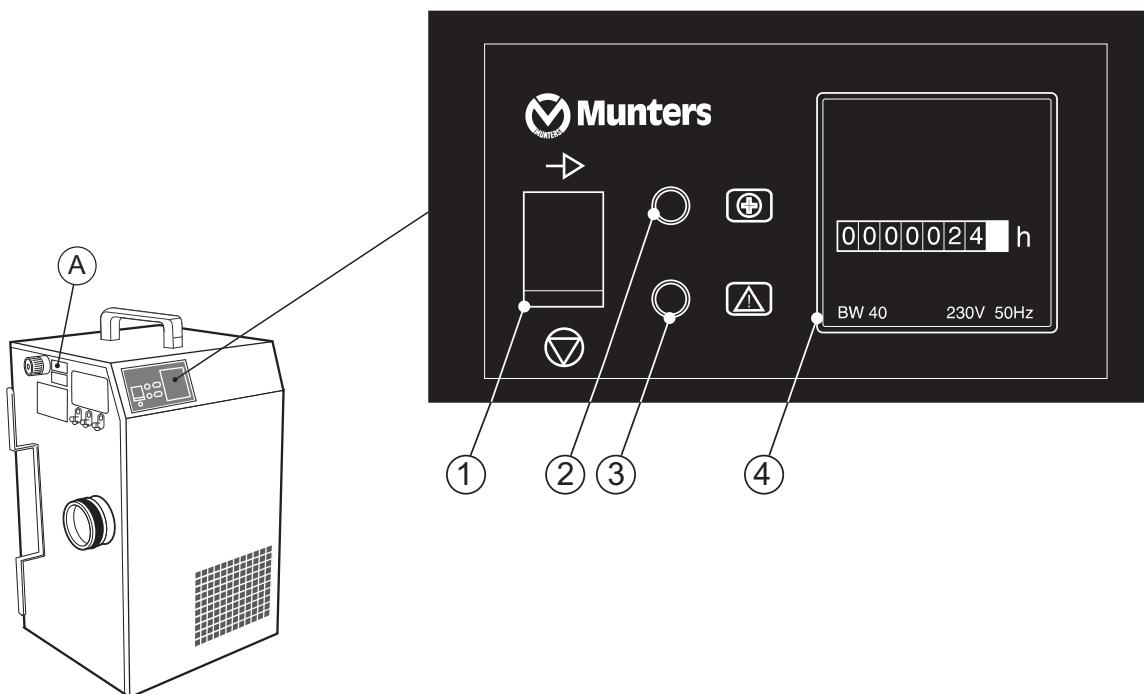

Figura 3.9 Posizione del selettori di modalità e funzioni del pannello di controllo.
1. Impostare il selettori di modalità nella posizione **MAN** e l'interruttore generale nella posizione  $\rightarrow$ , il deumidificatore si avvierà (vedere *Figura 3.9*).